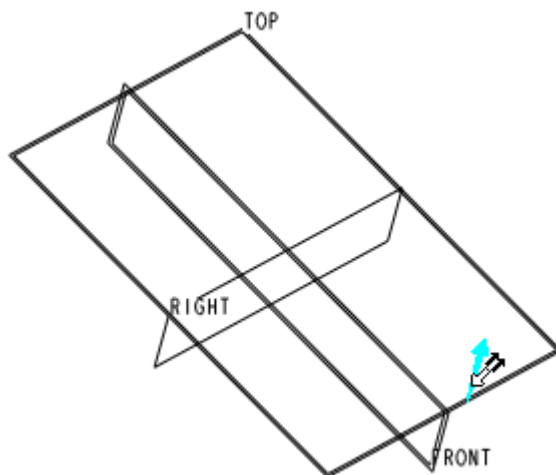

图 46-4
- (2) 单击 ，打开【剖面】对话框，选择 TOP 基准面为草绘平面，如图 46-4 所示。